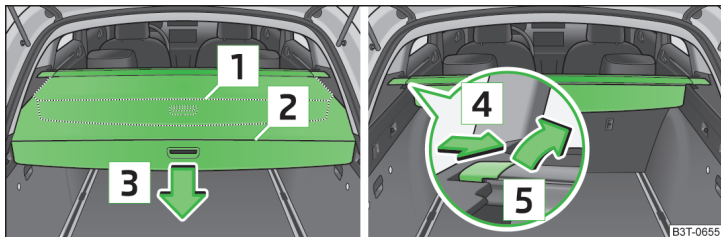

Fig. 105 Cubierta enrollable del maletero: extraer y enrollar / sacar
► Tirar de la cubierta enrollable del maletero hasta el tope en la posición asegurada **2** » fig. 105.
► Presionar la cubierta en la zona del tirador en el sentido de la flecha **3** » fig. 105; la cubierta se enrollará automáticamente en la posición **1**.
► Presionar en el lado de la barra transversal en la dirección de la flecha **4** » fig. 105 y sacar la cubierta realizando un movimiento en la dirección de la flecha **5**.
La cubierta enrollable del maletero se enrolla automáticamente en la posición **1** en » fig. 105 de la página 106.